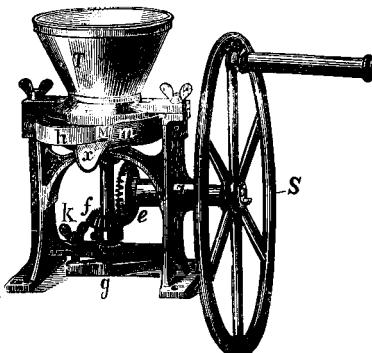

Рис. 4.
На рис. 4 и 5 представлены для примѣра двѣ краскотерки. Первая приводится въ движение отъ руки при помощи маxового колеса S съ рукояткой, вторая—механическая — получаетъ движение отъ приводнаго ремня, перекинутаго черезъ глухой и холостой шкивы a и b. Въ обѣихъ краскотеркахъ растираніе вещества производится между двумя кругами, изъ которыхъ одному (M) вращеніе передается отъ вала g помошью шестерень e и f. Посредствомъ винта k и доски g, въ которую упирается